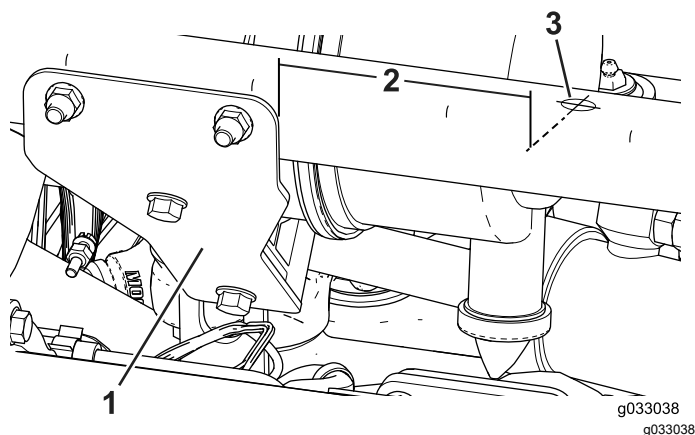

図 20
1. 図 20 に示された位置に、穴直径 8.7 mm を開ける。